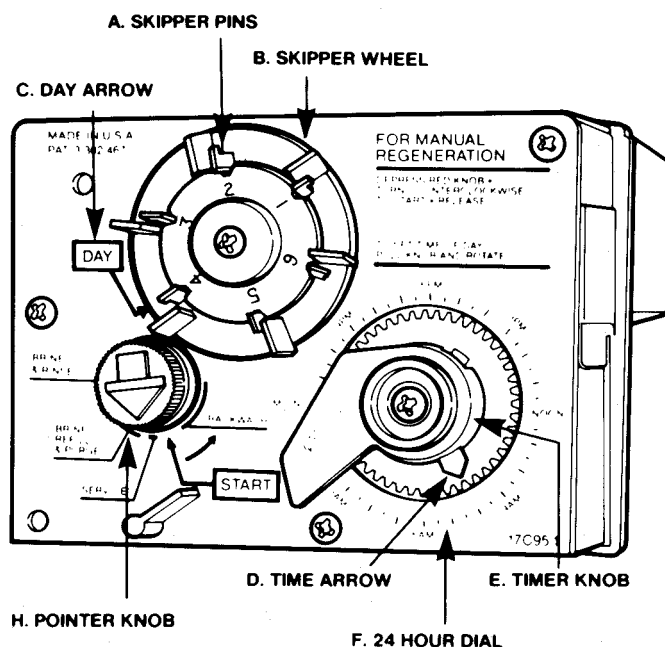

Рис.2
2. Установите отвертку в отверстие в ручке-указателе (Н) (рис. 2). Надавите и вращайте против часовой стрелки до установления указателя в позицию «BACKWASH» - ОБРАТНАЯ ПРОМЫВКА.
Гостевой цикл. Если необычно высокое потребление воды исчерпало объем кондиционера ранее положенного расписания, дополнительная регенерация может быть произведена нажатием ручки-указателя (Н) (рис.2) пальцами или широкой отверткой и вращением ее против часовой стрелки до надписи «START». Пройдет несколько минут до начала процесса регенерации. Расписание обычной регенерации при этом не нарушается.